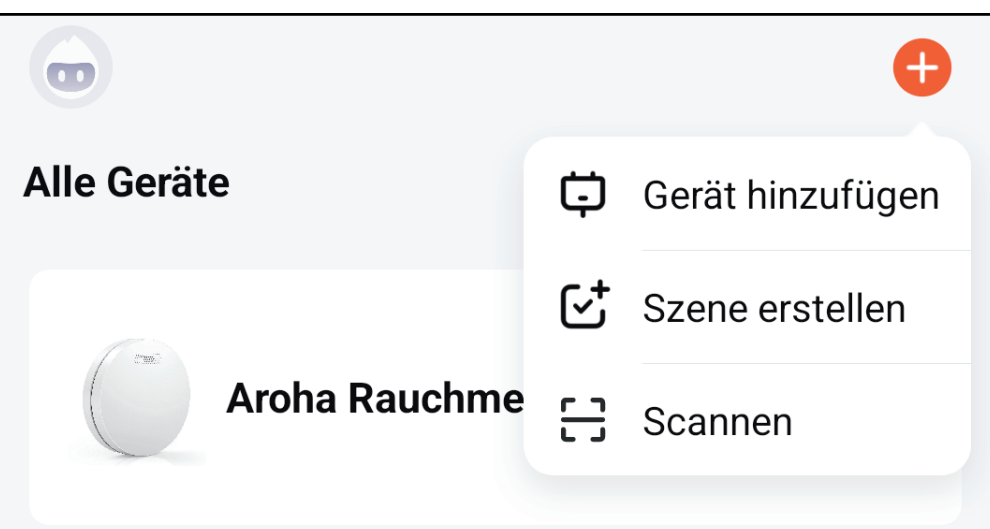

Abbildung 1: Gerät in der App hinzufügen
**Schritt 5:** Klicken Sie auf das „+“ in der oberen rechten Ecke des App-Startbildschirms. Wählen Sie dann „Gerät hinzufügen“, wie Sie in Abbildung 1 sehen. Die App sucht nun automatisch nach Geräten, die sich im Kopplungsmodus befinden. Befolgen Sie die Schritte wie in der App beschrieben.